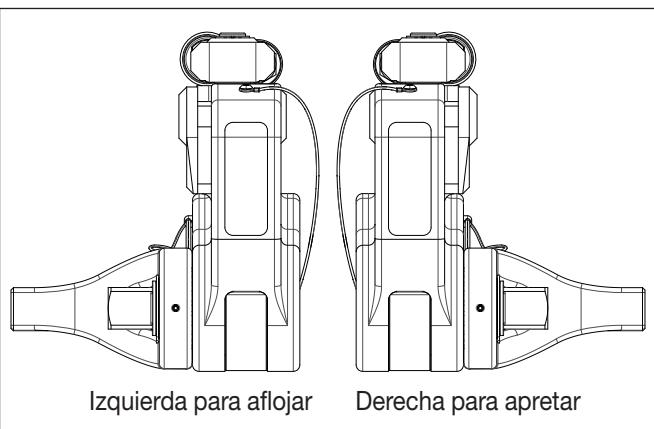

Figura 9: Sentido de accionamiento para aflojar/apretar
- Para apretar pernos, Monte el cuadradillo en la posición que se indica en la Figura 9.